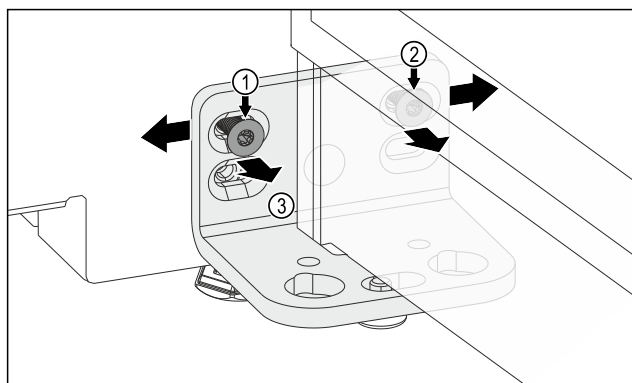

Fig. 12
- ▶ Oldja ki a csavart Fig. 12 (1) és a csavart Fig. 12 (2). A csavarhoz Fig. 12 (2) rövidebb derékszögű csavarhúzóra lesz szüksége.
- ▶ Balra tolja el az ajtót a zsanérral Fig. 12 (3).
- ▶ Jobbra tolja el az ajtót a zsanérral Fig. 12 (3).
- ▶ Elérte az ajtó véghelyzetét: húzza meg a csavart Fig. 12 (1) és a csavart Fig. 12 (2).